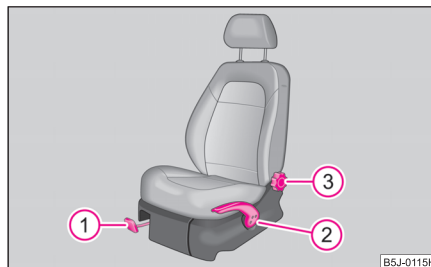

Fig. 45 Elemente de comandă pe scaun
- Se trage maneta ① ⇒ fig. 45 în sus și se deplasează scaunul în poziția dorită.
- Se eliberează maneta ① și se deplasează scaunul mai departe, până când se blochează. ▶